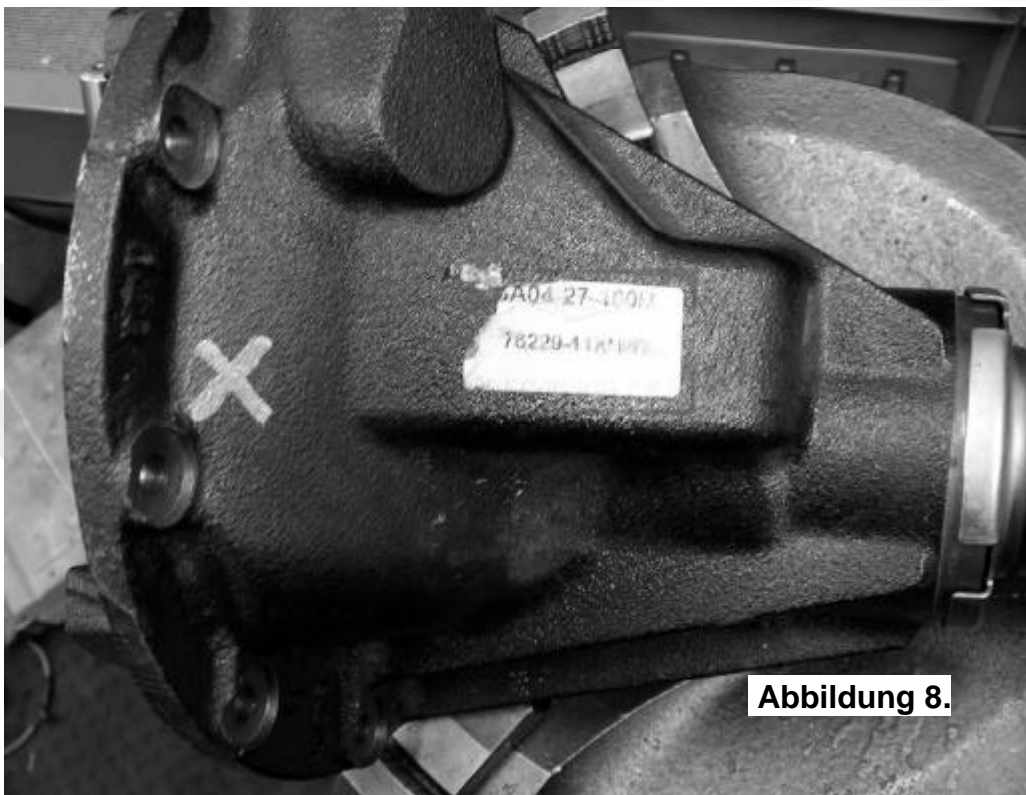

Abbildung 8.
- Markieren Sie an der oberen Außenschale des Differentialgehäuses einen Punkt, der sich in einer Position wie in Abb. 8. befindet. Die Position des Anschlusses muss so gewählt werden, dass sich der *Air Locker*, das Tellerrad und andere Bauteile vom Luftröhrchen des Dichtringgehäuses nicht berühren können.